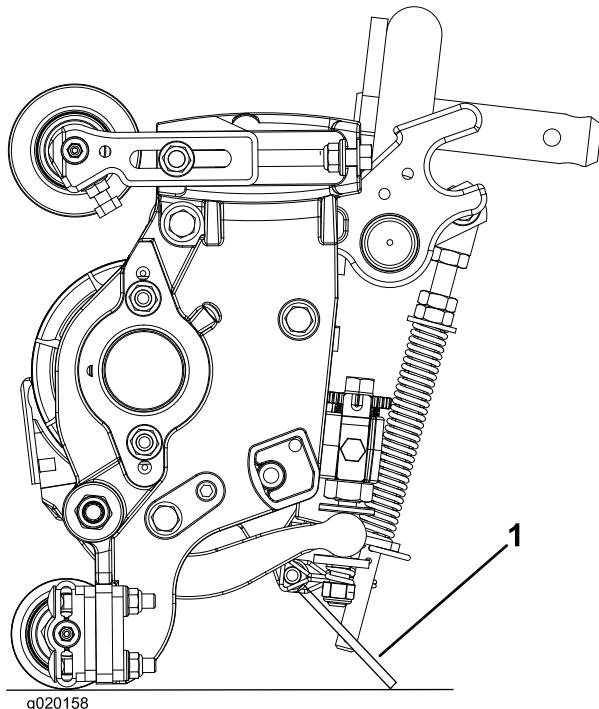

Bild 17
**Wichtig:** Stellen Sie sicher, dass die Muttern hinten an den Einstellschrauben des Untermesserträgers nicht auf der Arbeitsfläche aufliegen (Bild 17).